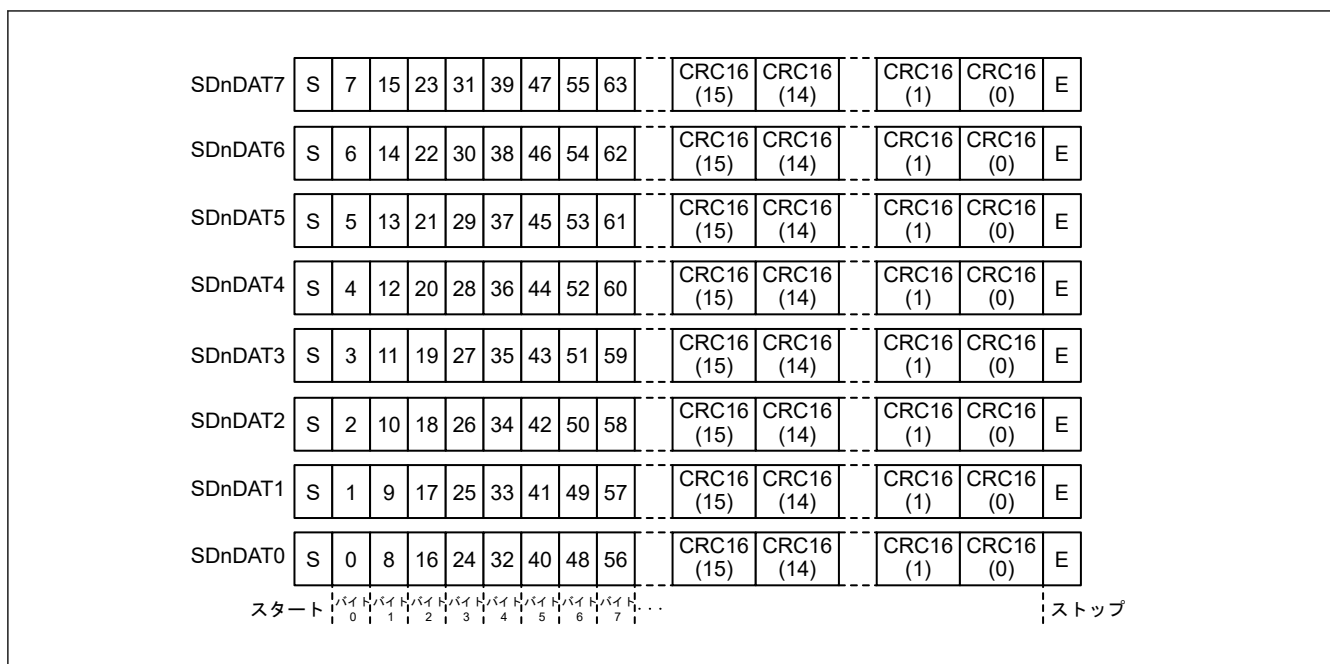

図 33.4 8 ビット幅モードの SDnDAT
2. 受信データが MMC ホストインタフェースの SD_BUF に格納される (図 33.4 を参照)。